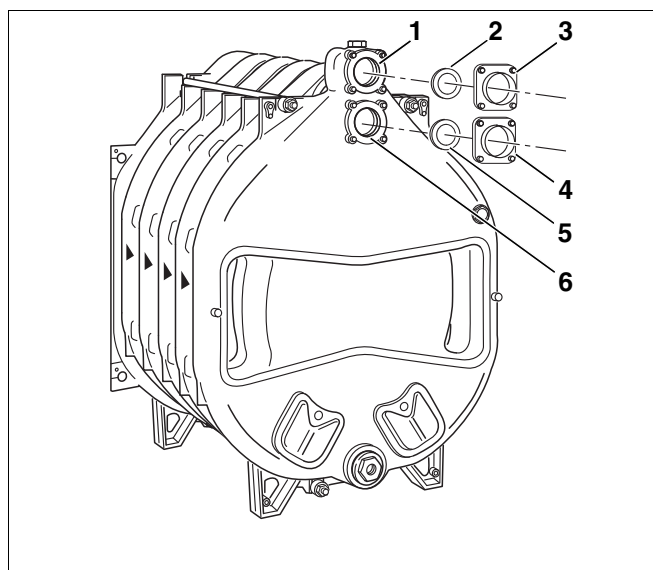

Fig. 23 Montaggio – Flange di collegamento
- Sul mozzo superiore della caldaia (fig. 23, [6]) – attacco di ritorno) viene montata, al successivo collegamento del ritorno, la flangia a saldare (con collarino di raccordo).
- Sono raffigurate flangia a saldare e guarnizione piatta (fig. 23, [4] e [5]).
La flangia di collegamento mandata (fig. 23, [3]) con guarnizione piatta (fig. 23, [2]) viene necessitata per il successivo collegamento della mandata (fig. 23, [1]).